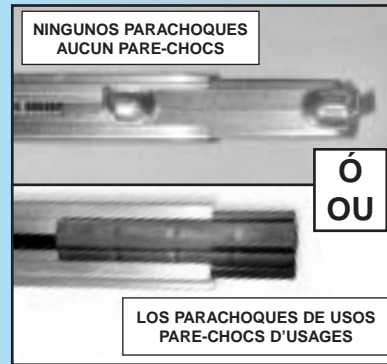

Fig. 1-13
- Con las lengüetas dobladas hacia arriba, resbale la parada del corredizo en el riel. **Fig. 1-13.**
- Avec les languettes dirigées vers le haut, faire glisser la butée de chariot sur le rail. **Fig. 1-13.**